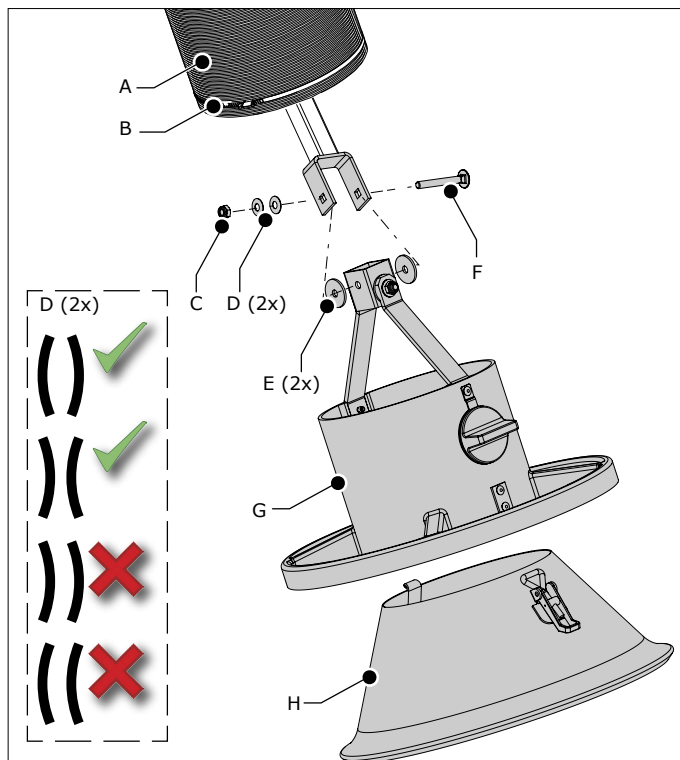

Fig. 4.3 Montaje de la campana (brazo de tubo manguera)
*Brazo de tubo manguera (Economy Arm): véase Fig. 4.3*